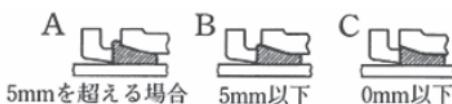

図 23 ゴム輪の出入り状況
(3) ゴム輪の出入り状態の確認
- ① 図23に示すようにゴム輪の受口端面からの出入り状態を8箇所確認し、同一円周上でA,CまたはA,B,Cが同時に存在しないことを確認する。
- ② 前項のゴム輪の出入り状態にA,CまたはA,B,Cが同時に存在する場合は、継手を解体し、再度接合する。